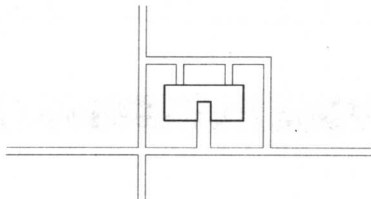

图 1-25 道路交通示意图
(1) 单击“图层特性管理器”按钮 , 在弹出的“图层特性管理器”对话框单击“新建图层”按钮 , 新建图层“地形”, 一切设置采用默认设置, 设置新图层为当前图层。单击“辅助线”图层中的  按钮, 关闭“辅助线”图层 ( 变成  即关闭图层), 单击“确定”按钮。
(2) 绘制道路。单击“直线”按钮 , 在绘图区画出如图 1-25 所示的道路。